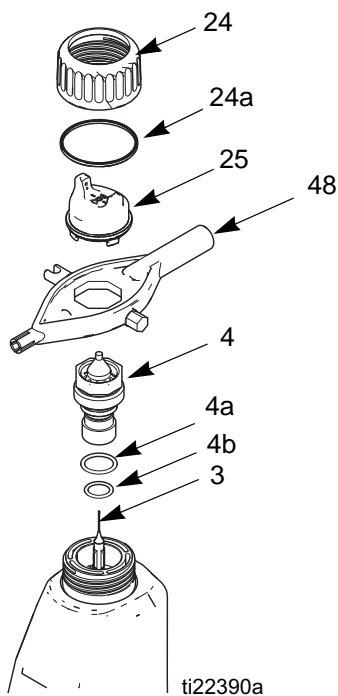

FIG. 18. Wymiana osłonki powietrznej/dyszy
2. Zdjąć pierścień ustalający (24) i osłonkę powietrzną (25). Patrz FIGURE 18.
3. Skierować pistolet do góry, jednocześnie zdejmując zespół dyszy płynu (4) za pomocą narzędzia uniwersalnego (48).